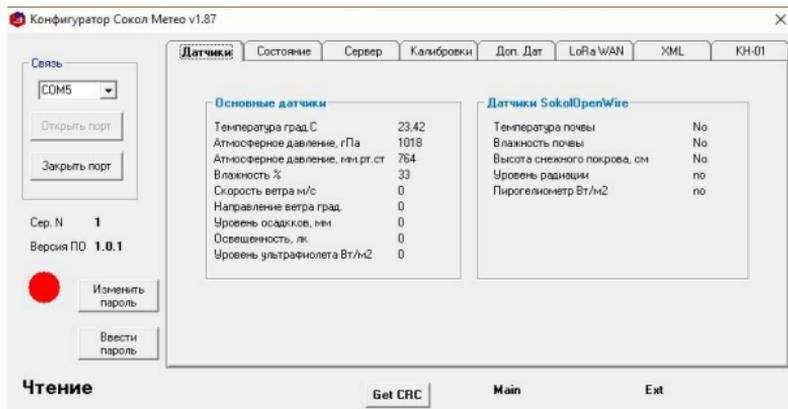

Рисунок 9 - Sokol CFG вкладка «Датчики».
7.4.3 После успешного подключения к ПО во вкладке «Датчик» появятся показания с датчиков Сокол - ТДВ. К ним относятся основные метеорологические параметры: Температура, атмосферное давление, влажность. (Рисунок 9)